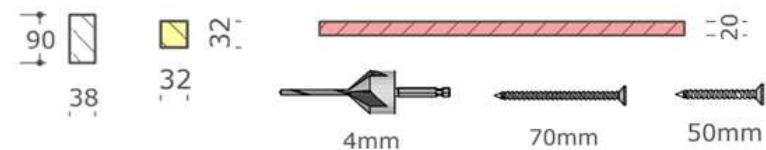

Fig.4a-Mise à niveau
- Mesurez et marquez l'emplacement de chaque pièce centrale le long des pièces avant et arrière. (Fig.4a)